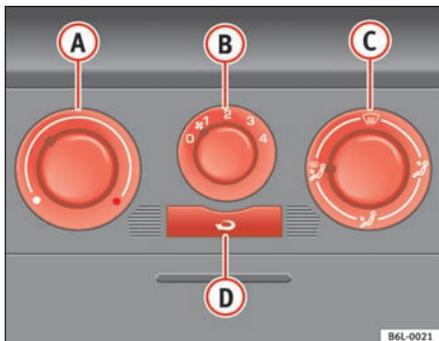

Fig. 91 Mandos de la calefacción en el tablero de instrumentos
- Gire el regulador de temperatura ⇒ fig. 91 **A** hacia la izquierda.
- Gire el regulador de la temperatura ⇒ fig. 91 **A** hacia la derecha hasta alcanzar el grado de calefacción deseado.
- Gire el regulador de la temperatura ⇒ fig. 91 **A** hacia la derecha hasta el nivel máximo de calefacción.
- Gire el regulador de temperatura ⇒ fig. 91 **(A)** hacia la zona de calefacción.